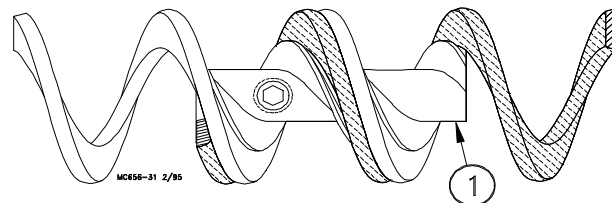

Figura 27. Instalación del conector del sinfín (vista lateral)
8. El extremo de cada sinfín debe quedar parejo con el extremo del conector (centrar el conector en la junta), como se muestra en la Figura 27.